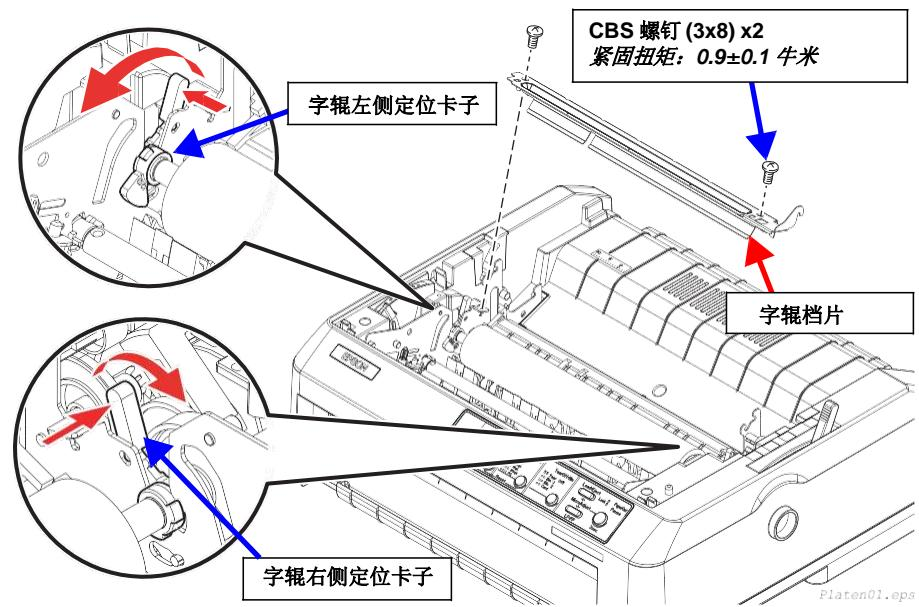

图 4-15. 字辊的拆卸 1
- 把固定字辊挡片的 2 个 CBS(M3x8)螺钉拆下来。(参见图 4-15)